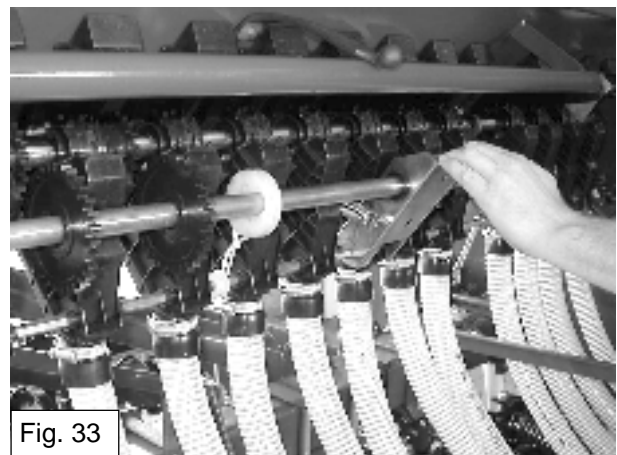

Fig. 33
- Tirare il contralbero indietro mettendo le ruote dentate nella nuova posizione (fig. 33).